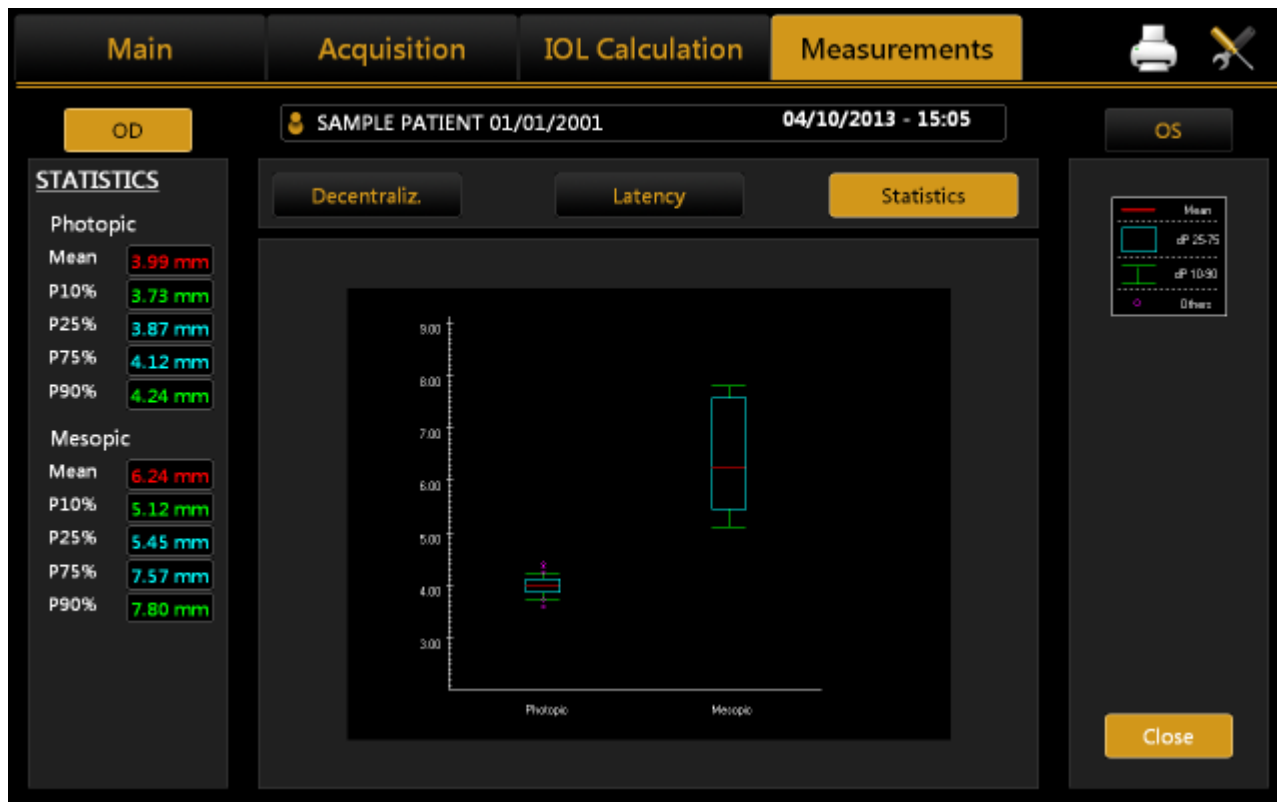

Рис. 70
- **Статистический график (Statistics)** (см. рис. 70.)